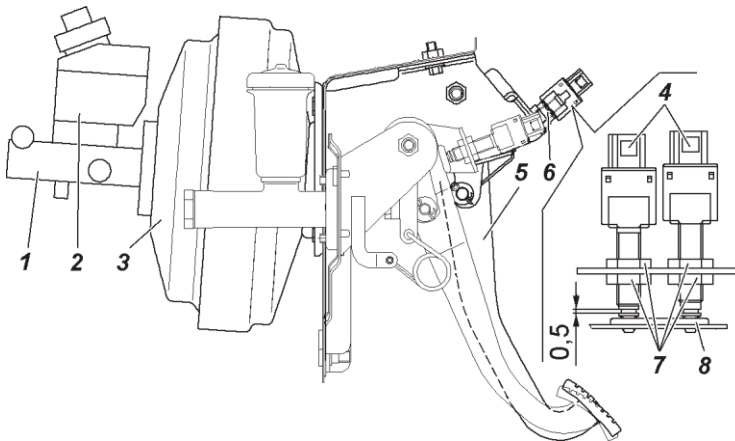

Fig. 9.26 Accionamiento del cilindro de freno principal:
**La marcha libre del pedal de freno** se regula, si es necesario, con el giro del tornillo de regulación 6 (fig. 9.26). La marcha libre tiene que ser de 5–8 mm. Después de ajustar la marcha libre apriete la tuerca del tornillo con el par de 14–18 N·m (1,4–1,8 kgf·m).